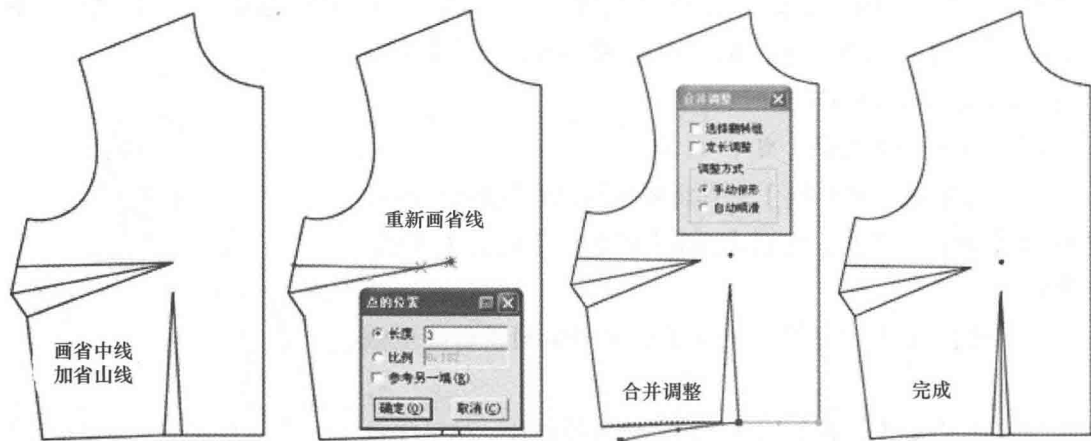

图4-43 横省和腰省设计步骤2
(5) 选择 【加省山】工具画好省山线, 选择 【智能笔】工具从省山中点画一条线至省尖为省中线。
(6) 选择 【橡皮擦】工具删除省线, 选择 【智能笔】工具在省中线离省尖 3cm 开始画省线, 然后用 【智能笔】工具【切角】功能删除多余的省中线。
(7) 选择 【合并调整】工具先点击腰围线 2 段线, 再点击闭合二端线, 然后调顺腰围线, 5 ~ 7 步骤如图 4-43 所示。